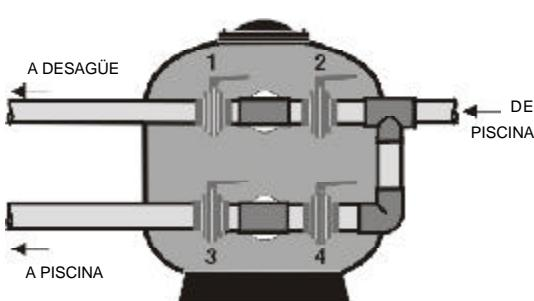

FIG.12
8.1. BATERIAS DE 4 VÁLVULAS (FIG.12)